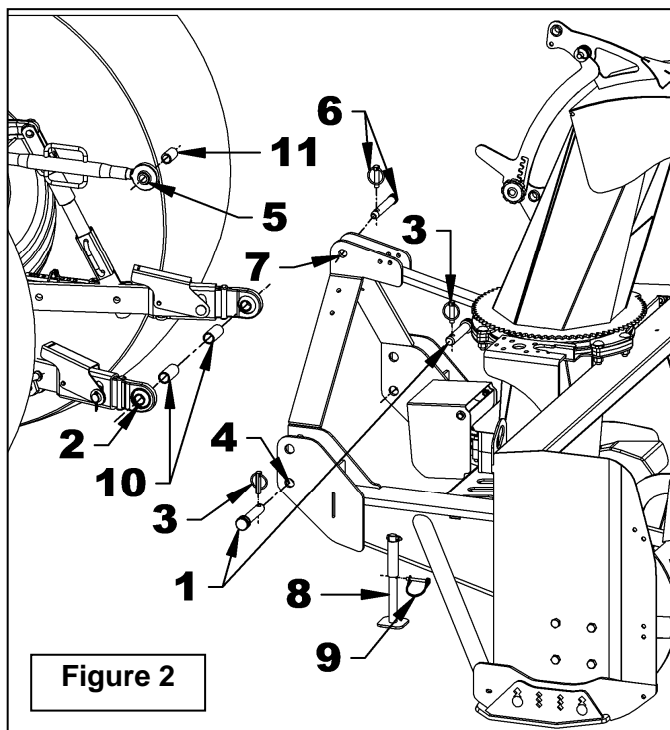

Figure 2
1. **Figure 2:** S'assurer que le pied de stationnement est abaissé. Pour se faire, retirer la goupille de verrouillage ronde (item 9) du pied de stationnement (item 8), abaisser le pied de stationnement et insérer la goupille de verrouillage ronde (item 9) sous le tube de fixation de la souffleuse.
2. **Figure 2: Catégorie 1** - Attacher les bras inférieurs du tracteur (item 2) avec les deux goupilles (item 1) et fixer avec les goupilles à anneau 7/16" (item 3) dans les trous inférieurs (item 4).
**Figure 2: Catégorie 2** – Insérer un coussinet 1 1/8" x 2 1/2" (item 10) dans chacun des bras inférieurs du tracteur (item 2). Ensuite attacher les bras inférieurs du tracteur dans le trou inférieur de la souffleuse (item 4) avec une goupille (item 1) et fixer avec une goupille à anneau 7/16" (item 3).
3. **Figure 2: Catégorie 1** - Attacher le bras supérieur du tracteur (item 5) entre les plaques d'attache supérieure de la souffleuse (item 7) avec la goupille et la goupille à anneau (item 6) fournies avec le tracteur.
**Figure 2: Catégorie 2** – Insérer un coussinet 1" x 1 3/4" (item 11) dans le bras supérieur du tracteur (item 5). Ensuite attacher le bras supérieur du tracteur (item 5) entre les plaques d'attache supérieure de la souffleuse (item 7) avec la goupille et la goupille à anneau (item 6) fournies avec le tracteur.
4. **Figure 2:** Ajuster la souffleuse à l'aide du bras supérieur du tracteur (item 5) de manière à ce que la souffleuse soit perpendiculaire au sol.
5. **Figure 2:** Ajuster les bras anti-oscillation du tracteur pour empêcher un mouvement de va-et-vient latérale de la souffleuse. S'assurer qu'il n'y a aucun contact avec les pneus.
6. **Figure 2:** Relever le pied de stationnement. Pour se faire, retirer la goupille de verrouillage ronde (item 9) du pied de stationnement, monter le pied de stationnement et insérer la goupille de verrouillage ronde (item 9) au-dessus du tube de fixation.